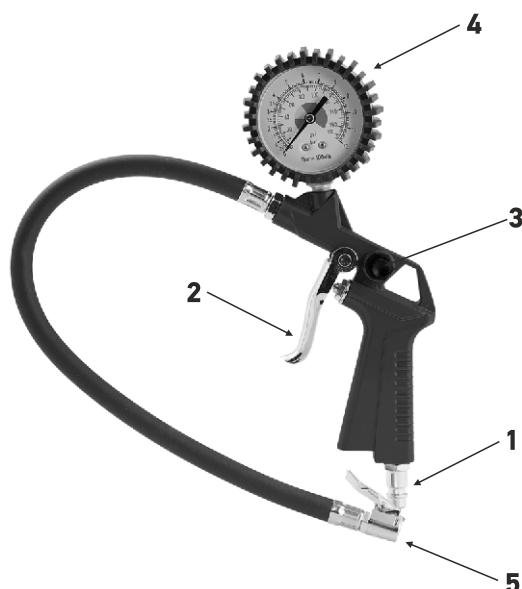

Рис.1
ОПИСАНИЕ ИНСТРУМЕНТА (Рис.1)
2. Подсоедините зажим на ниппель,(5 рис. 1) к ниппелю шины.
3. Нажмите на курок (2, рис. 1) для накачки, следите за значением давления на манометре
4. В случае если давление в шине избыточно нажмите кнопку стравливания воздуха (3, рис. 1) для сброса давления. В модели TG-68 для стравливания воздуха слегка нажмите на курок